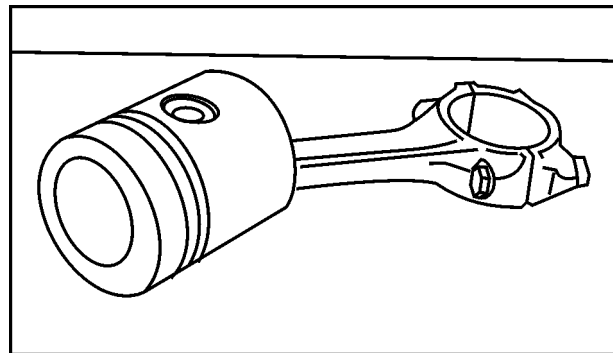

FIG 16
3. Monte o pistão na biela com a câmara de combustão voltada para o mesmo lado da trava do casquilho. **Fig. 16**.